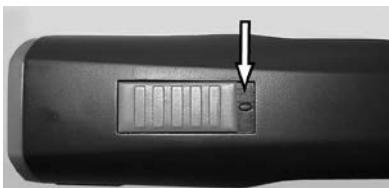

Abb. 4 Schiebeschalter in AUS-Position („0“)
1. Schiebeschalter auf Position „0“ schieben (Abb. 4).